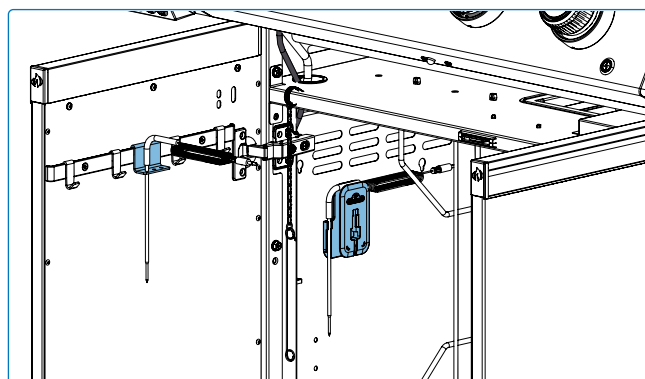

Fig. 10
- Guarde los componentes del asador giratorio en los clips designados dentro del gabinete del carro. Asegúrese de enrollar el cable del motor del asador giratorio. Fije la varilla del asador giratorio en la parte posterior de la parrilla cuando no esté en uso. Esto los mantiene seguros, protegidos de la exposición a la intemperie y de fácil acceso para su próxima cocción. Asegúrese siempre de que las piezas estén limpias y secas antes de almacenarlas para evitar la corrosión **(Fig. 10 & 11)**.